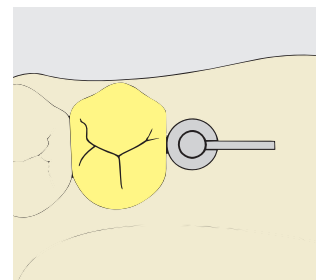

Fig. 4
El canto inferior de la extensión indica la altura posterior de la hembra (A), el canto inferior del accesorio para paralelómetro es 1 mm más corto que la hembra original para permitir que ésta pueda posicionarse lo más baja posible y sea posible adaptarla por basal al perfil de la encía. La extensión también indica la longitud y situación posterior de la hembra original en el momento de colocar el macho (Fig. 4).